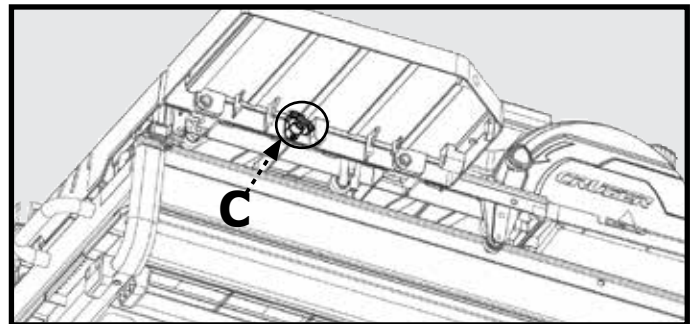

Figura 13
3. Asegure la Extensión de la Mesa a la Mesa de Trabajo apretando el Tornillo (C) ubicado debajo de la Extensión de la Mesa como se muestra en la Figura 13.